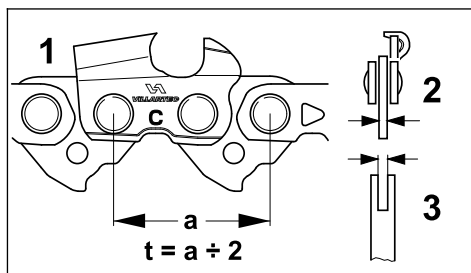

Рис. 30
- Шаг (рис. 30, поз. t) пильной цепи (рис. 30, поз. 1), цепной звездочки и ведущей звездочки
- Толщина приводного звена (рис. 30, поз. 2) пильной цепи (рис. 30, поз. 1) должна быть
согласована с шириной паза направляющей шины (рис. 30, поз. 3)